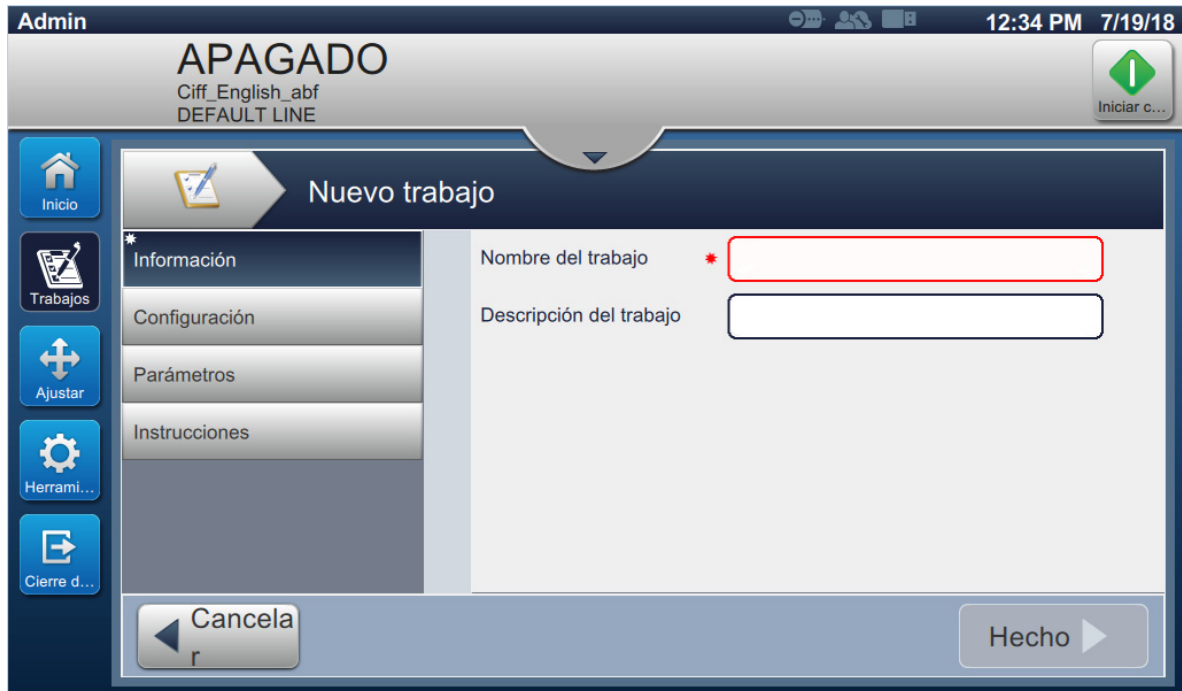

Figura 5-2. Pantalla Información
2. Pulse el botón  para crear un nuevo trabajo. Se abre la pantalla Configuración de trabajo, como se muestra en la Figura 5-2.
La pantalla Información (Figura 5-2 en la página 5-3) permite al usuario hacer lo siguiente: